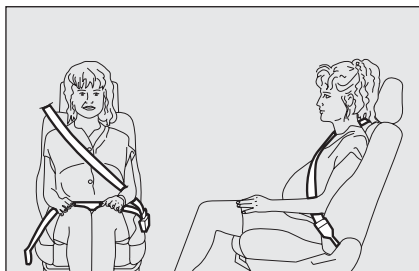

fig. 4
Les femmes enceintes doivent naturellement placer la partie de la sangle beaucoup plus bas, de façon à ce qu'elle passe sur le bassin et sous le ventre **fig. 4**.
*La sangle de la ceinture ne doit pas être entortillée. La partie supérieure doit passer sur l'épaule et traverser diagonalement le thorax. La partie inférieure doit adhérer au bassin fig. 4 et pas à l'abdomen du passager. Ne pas utiliser de dispositifs (pinces, broches, etc.) pour tenir les ceintures non adhérentes au corps des occupants.*